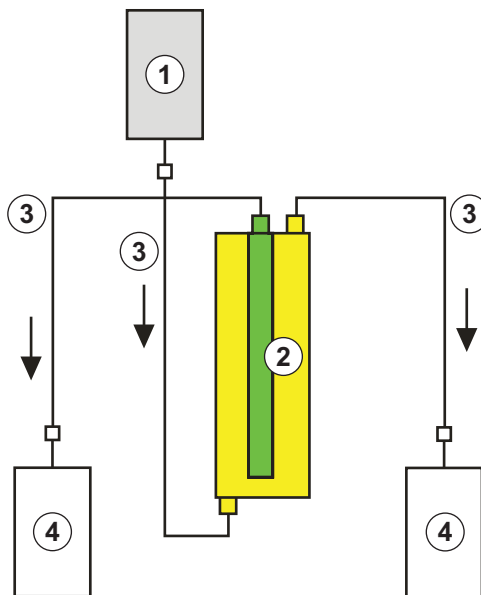

Fig. 10-9 Predisposizione per il lavaggio del filtro precipitato
Materiali: Vedere riferimenti a Fig. 10-9
2. Collegare le restanti linee di raccordo e le sacche di raccolta come indicato in Fig. 10-9 con l'apertura superiore del filtro sul lato precipitato e sul lato filtrato. Clampare la linea sul lato filtrato.